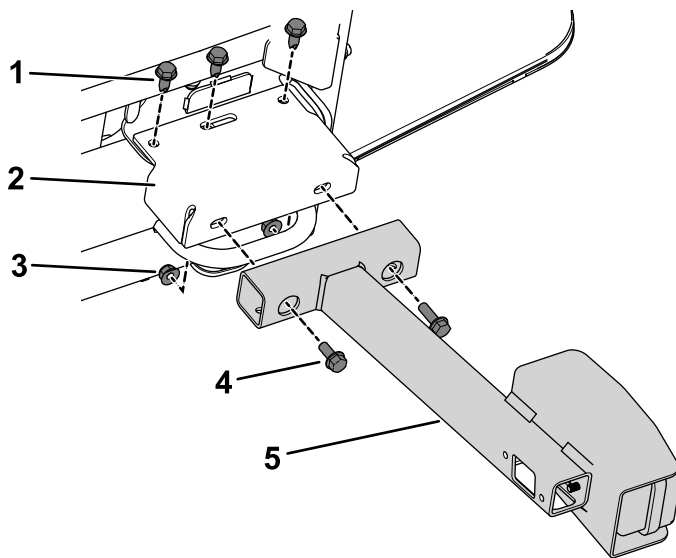

Figura 5
- B. Utilizzate i bulloni rimossi in precedenza per fissare le staffe di prolunga delle luci posteriori alla guida del telaio (Figura 5).
posteriori alle staffe di prolunga (Figura 5).